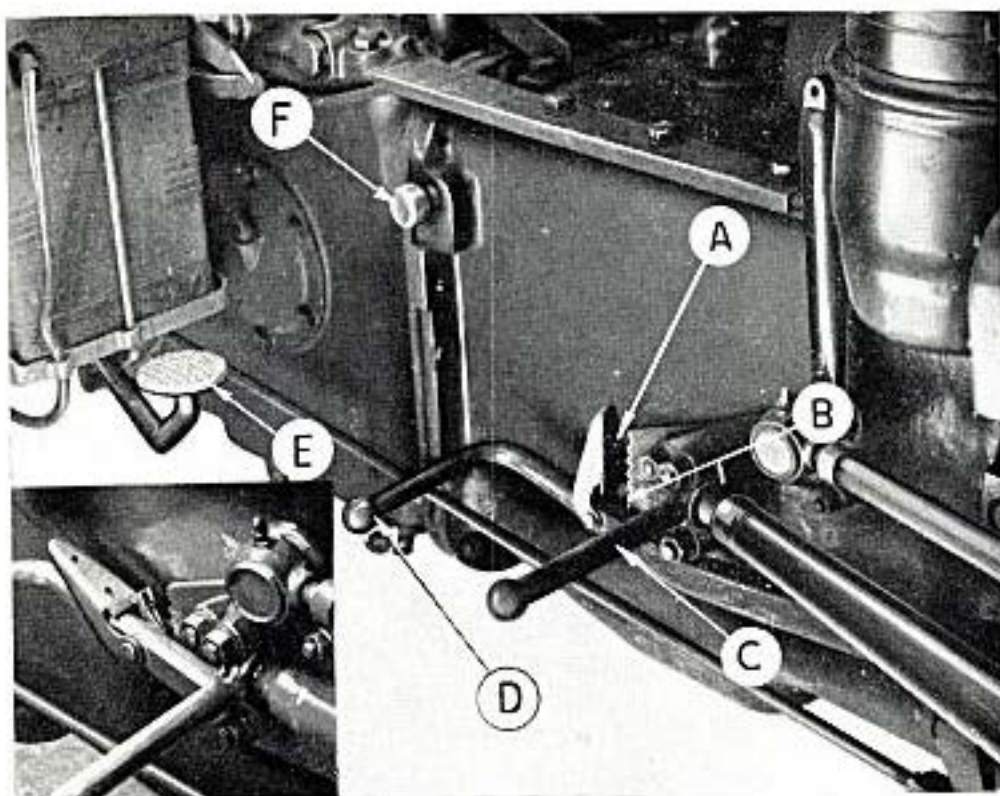

Fig. 2
- Si le cliquet du frein est enclenché comme indiqué fig. 2.